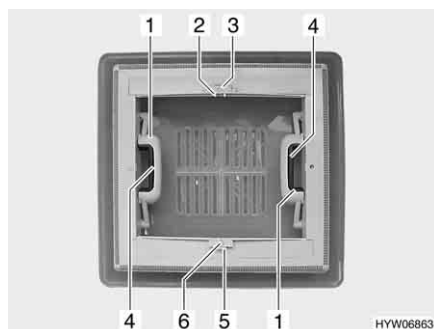

Fig. 31 Oblò a scatto
Apertura: ■ Premere la chiusura a scatto (Fig. 31,4) verso l'interno dell'oblò. Premere contemporaneamente verso l'alto l'oblò con la maniglia (Fig. 31,1).
Chiusura: ■ Tirare con forza verso il basso le due maniglie (Fig. 31,1) dell'oblò, fino a quando non scattano entrambe le chiusure.
Chiusura: ■ Premere l'arresto (Fig. 31,5) verso il lato esterno dell'oblò.
■ Tirare l'oscurante a rullo per la maniglia (Fig. 31,6) fino alla maniglia contrapposta della zanzariera a rullo (Fig. 31,2) e farla innestare.
Apertura: ■ Serrare la maniglia (Fig. 31,2). L'arresto si sblocca.
■ Ricondurre lentamente l'oscurante a rullo accompagnandolo con la maniglia (Fig. 31,6).
Chiusura: ■ Premere l'arresto (Fig. 31,3) verso il lato esterno dell'oblò.
■ Tirare la zanzariera a rullo per la maniglia (Fig. 31,2) fino alla maniglia contrapposta dell'oscurante a rullo (Fig. 31,6) e farla innestare.
■ Ricondurre lentamente la zanzariera a rullo accompagnandola con la maniglia (Fig. 31,2).